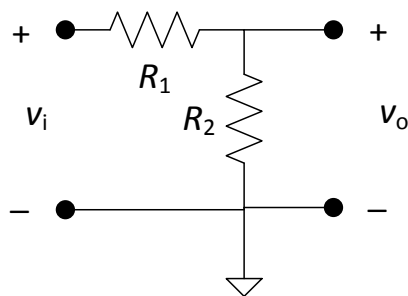

Figura 3. Divisor de tensió.
- TC1. Respecte al circuit de la Figura 3, es connecta el GF a l'entrada (v_i) i un instrument de mesura (OSC o MD) a la sortida (v_o). El GF genera el senyal de la qüestió P2.
- Munteu el circuit de la Figura 3 amb resistències d'1 k Ω i connecteu el GF a l'entrada i el MD a la sortida.